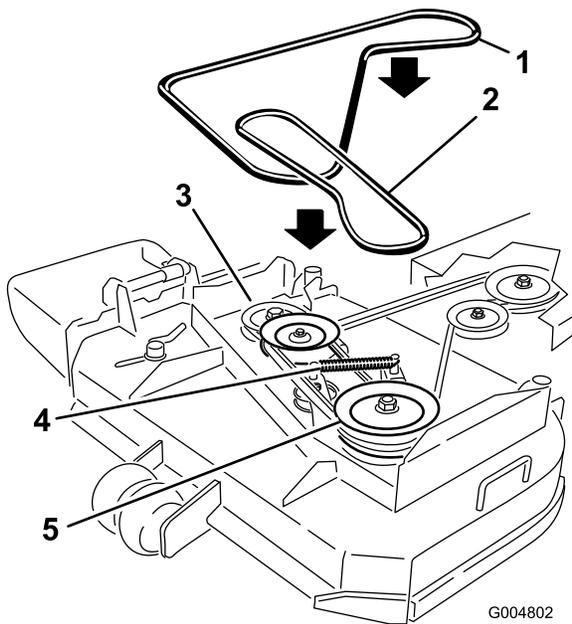

Figura 37
6. Desconecte el muelle del brazo tensor para aliviar la tensión de dicho brazo y de la polea tensora; retire la correa del cortacésped desgastada (Figura 37).
7. Instale la nueva correa del cortacésped alrededor de las dos poleas de eje exteriores, la polea tensora y en la ranura inferior de la polea de eje doble (Figura 37).
8. Conecte el muelle al brazo tensor (Figura 37).
10. Ajuste la guía a 3 mm de la correa (Figura 37).